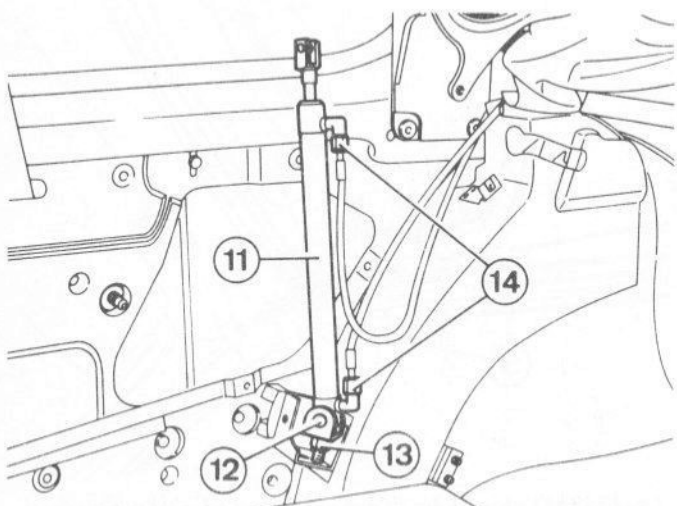

Fig. 13.132 Dépose du vérin hydraulique de capote – modèles Cabriolet, capote à commande motorisée (Sec 21)
51 Incliner le vérin et le pivoter pour déposer la goupille inférieure (12) Fig. 13.132.